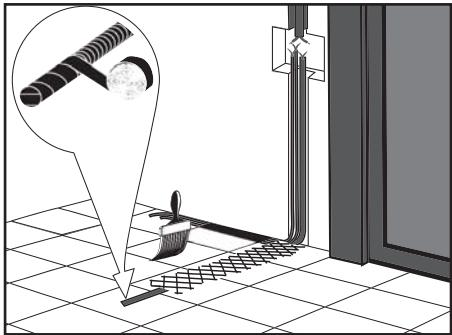

Рис. 13
5) Поместите датчик температуры в трубку, входящую в комплект. Датчик должен располагаться внутри трубы вблизи ее конца. Конец трубы с датчиком, оканчивающийся в полу, плотно загерметизируйте для предотвращения попадания внутрь раствора. Уложите трубку с датчиком в подготовленную канавку и выведите к терморегулятору или распаячной коробке. Радиус изгиба трубы должен быть не менее 5 см [рис. 13].